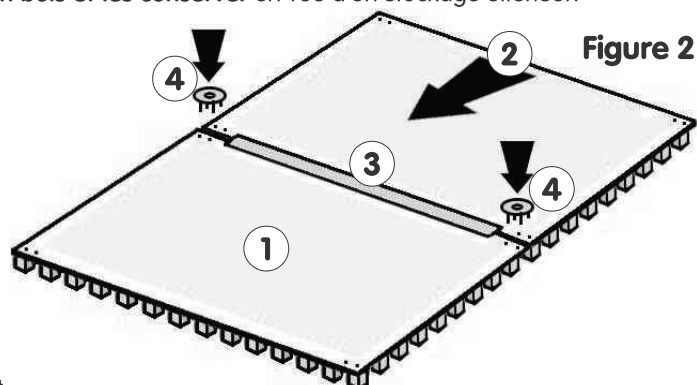

Figure 2
3 - Emboîter une plaque de Milieu (2) centrée dans le profil de jonction (3) (suivant Fig. 2).